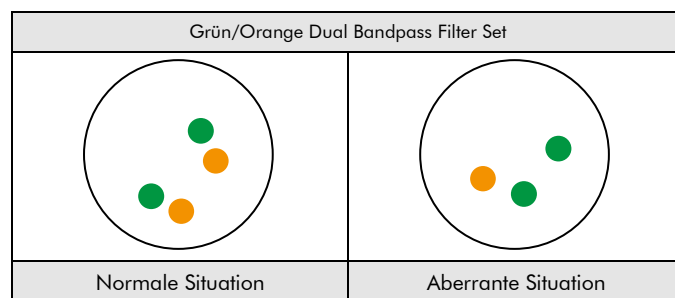

Abb. 4: Zu erwartende Ergebnisse in normalen und aberranten Zellkernen
**Normale Situation:** In Interphasen von normalen Zellen oder Zellen ohne eine Deletion des 19q13 Locus erscheinen zwei orange und zwei grüne Signale (siehe Abb. 4).
**Aberrante Situation:** In einer Zelle mit Deletion, die den 19q13 Locus betrifft, kann eine reduzierte Anzahl oranger Signale beobachtet werden. Deletionen, welche nur Teile des 19q13 Locus betreffen, können zu einem normalen Signalmuster mit orangen Signalen reduzierter Größe führen (siehe Abb. 4).